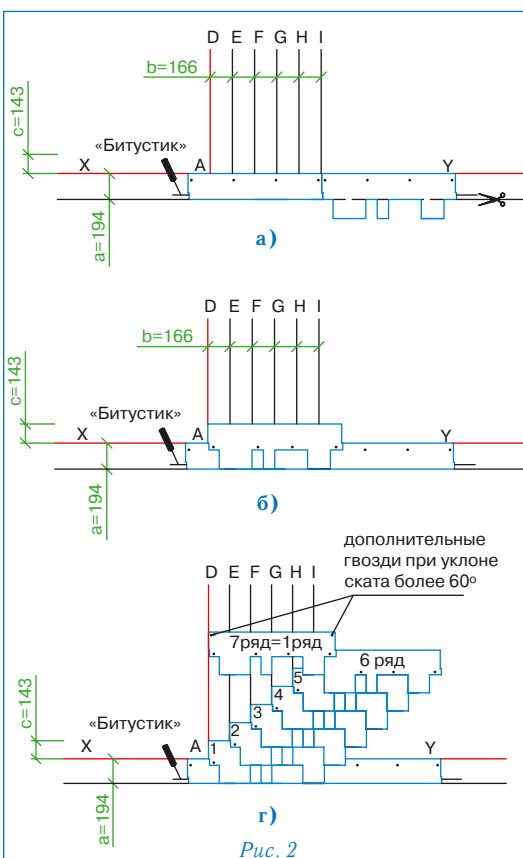

Рис. 2
Укладка материала (рис. 2)
- Начальный ряд формируется из листов черепицы ГОТИК с обрезанными лепестками. Полученные таким образом полосы шириной 19,4 см укладываются по линии карниза в обе стороны от линии I (рис. 2а) и фиксируются по нижнему краю битумной мастикой «Битустик», а по верхней кромке 4 гвоздями (ось гвоздей на 5 см ниже верхнего края полосы). На гидроизоляционную мембрану «Сейфити» начальный ряд может быть наплавлен при помощи теплового строительного фена.
- далее первый ряд черепицы укладывается от линии AD (рис. 2б);
- второй ряд укладывается от линии E (со смещением 16,6 см от AD) (рис. 2в);